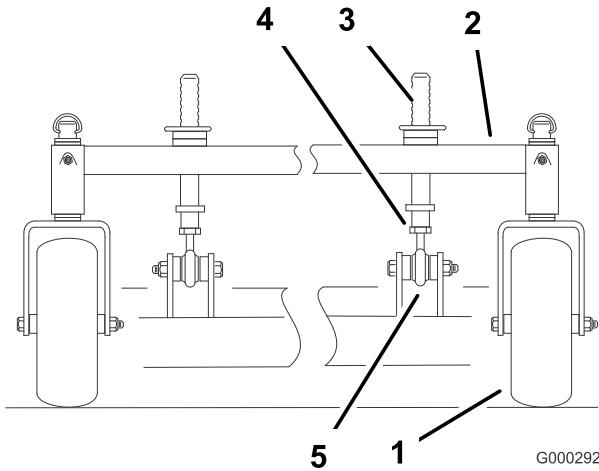

Figura 68
1. Para cambiar la inclinación longitudinal, pueden ajustarse los pilares delanteros de ajuste de altura de corte (Figura 68).
2. Para elevar la parte delantera de la carcasa, afloje la contratuerca y haga girar el pilar delantero en el sentido de las agujas del reloj (Figura 68).
3. Para bajar la parte delantera de la carcasa, afloje la contratuerca y haga girar el pilar delantero en el sentido contrario de las agujas del reloj (Figura 68).
6. Apriete las contratuercas (Figura 68).